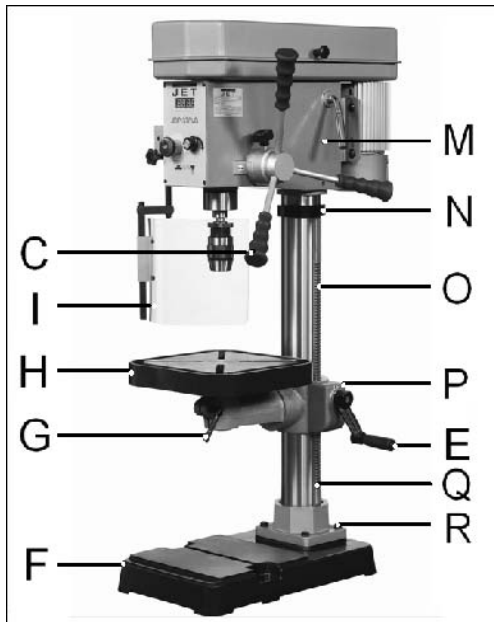

Fig 3
Befestigen Sie die Säule (Q, Fig 3) am Maschinensockel (F); die 4 Sechskantschrauben (R) gut festziehen.
Den Säulenflansch (P, Fig 3) mit eingeführter Zahnstange (O) auf der Säule montieren. Den Ring (N) montieren und mit den Schrauben fixieren.
Den Arbeitstisch (H, Fig 3) montieren. Den Klemmhebel (G, Fig 3) einschrauben.